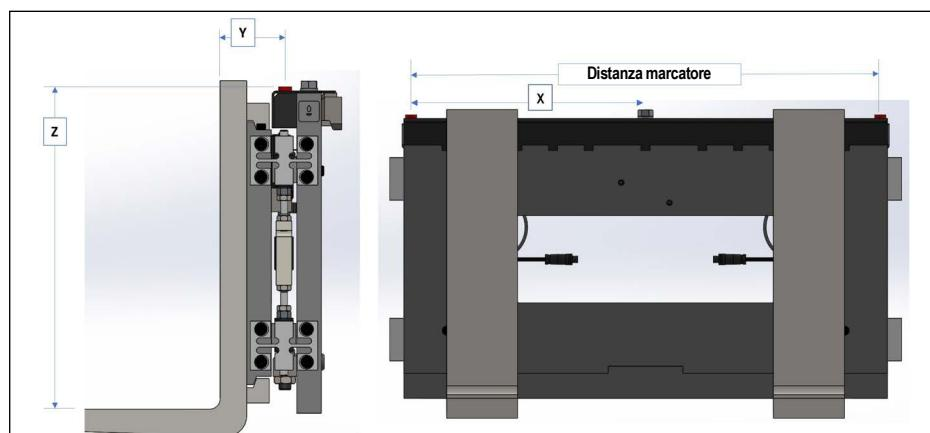

Figura 3-34. Schema di misura del carrello
**NOTA:** la Figura 3-34 identifica le misure definite nel database del carrello elevatore una volta installata una staffa. I valori sotto riportati sono inseriti nel database dei carrelli elevatori in mm.